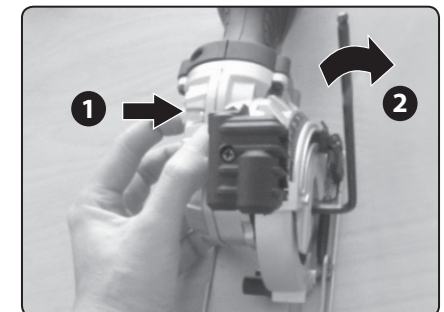

Abb. 11A
1. Drücken Sie die Taste zur Arretierung der Sägespindel (Abb.8, Position 16); siehe Abb. 11A, Schritt 1.
2. Stecken Sie einen Inbusschlüssel der richtigen Größe in die Spanschraube des Sägeblatts und drehen Sie den Inbusschlüssel in Richtung des Pfeils auf der Sägeabdeckung. Dabei muss die Spindelarrretierungstaste gedrückt sein, um die Spindeldrehung zu arretieren. Lösen Sie dann die Spanschraube des Sägeblatts bei arretierter Spindel (Drehung in Richtung des Pfeils auf der Sägeabdeckung), siehe Abb. 11A, Schritt 2.